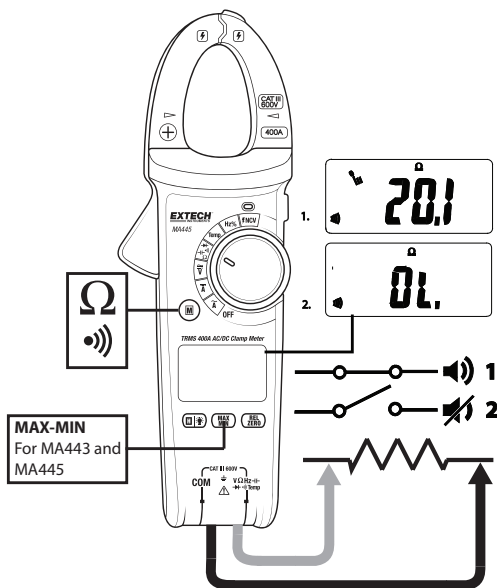

Fig. 7 – Medições de Resistência e Continuidade
3. Insira o plugue banana do cabo preto da ponta no conector (COM) negativo. Insira o plugue banana do cabo vermelho no conector (Ω) positivo. Consulte a Fig. 7.
3. Insira o plugue banana do cabo preto da ponta no conector (COM) negativo. Insira o plugue banana do cabo vermelho no conector (Ω) positivo. Consulte a Fig. 7 acima.